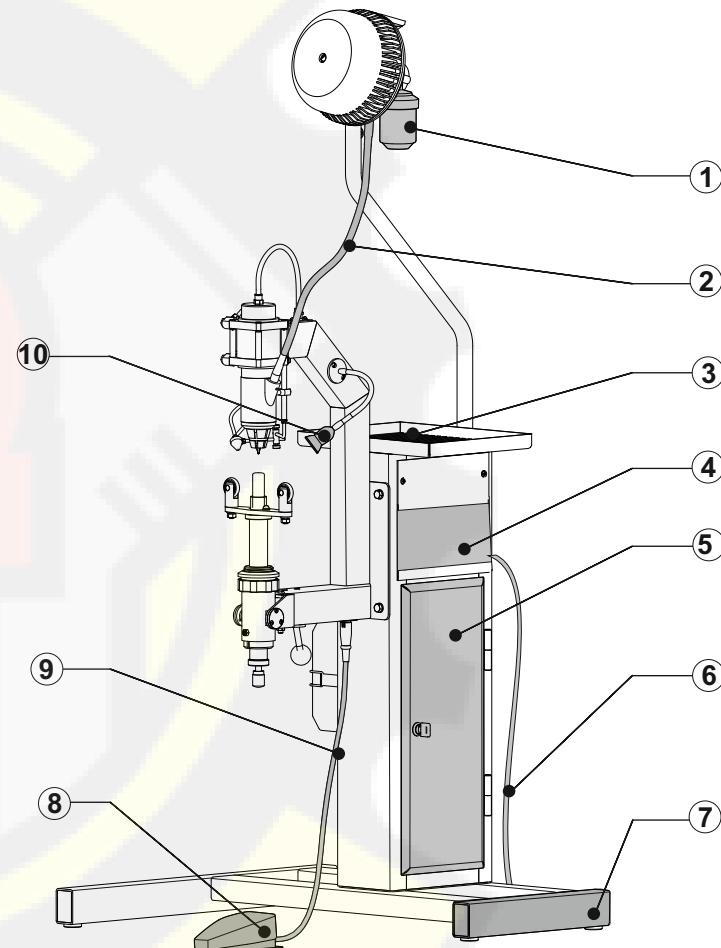

Рис.1.1
4.1. Шиповальный полуавтомат предназначен для ошиповки шин легковых и грузовых автомобилей диаметром до 19 дюймов шипами с наружным диаметром 8 мм. Отверстия в шинах для установки шипов должны быть выполнены заранее. Наличие электронного регулятора темпа ошиповки позволяет индивидуально, с высокой точностью подбирать скорость работы в полуавтоматическом режиме. Внешний вид полуавтомата, его основные детали и органы управления показаны на рис.1.1., 1.2., 2, 3,4.